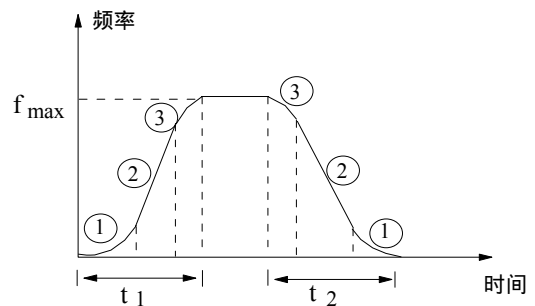

图5-15 S曲线加减速
输出频率按照S形曲线递增或递减，如图5-15所示。
S曲线起始段时间如图5-15中①所示，这里输出频率变化的斜率从0逐渐递增。
S曲线上升段时间如图5-15中②所示，这里输出频率变化的斜率恒定。
S曲线结束段时间如图5-15中③所示，这里输出频率变化的斜率逐渐递减到0。